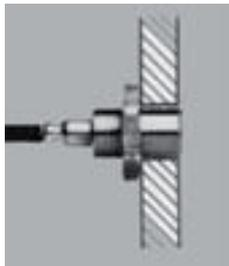

Abb. 12 Beispiel für flächenbündige Montage eines geschirmten Sensors in einer metallischen Halterung
- ➔ Montieren Sie geschirmte Sensoren bündig in die metallische Sensorhalterung, siehe Abb. 12.